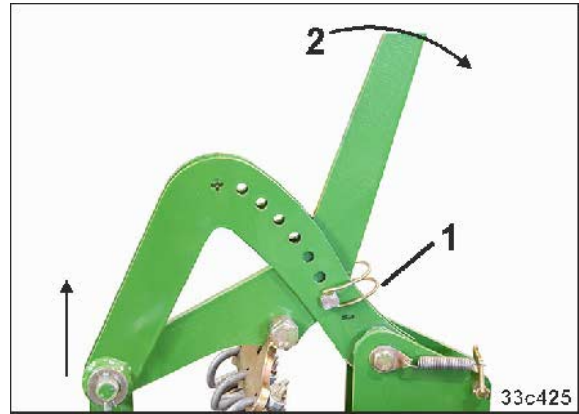

Fig. 185
2. Fjern splitten (Fig. 185/1)
3. Bevæg justeringsarmen (Fig. 185/2) fremad, indtil spærrelinken (Fig. 186/1) går i indgreb